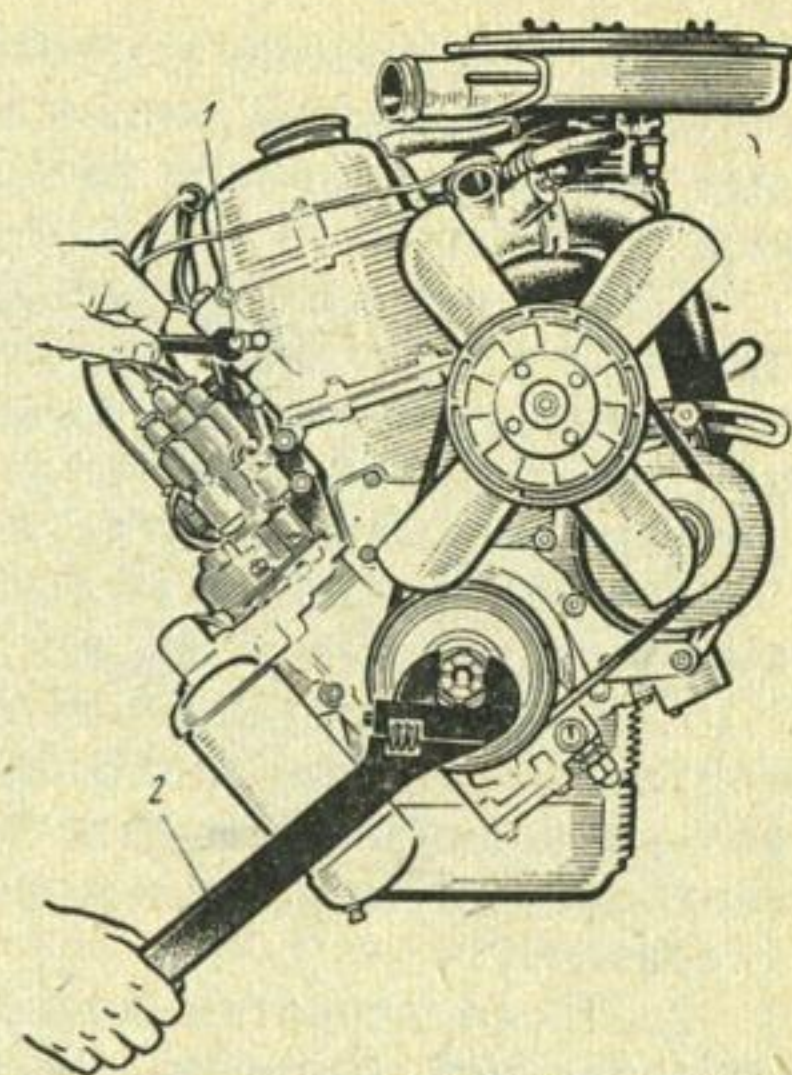

Рис. 8. Регулировка натяжения цепи привода механизма газораспределения:
1. Отпустите гаечным ключом 12 мм стопорный болт 1 (рис. 8) на $\frac{1}{2}$ — $\frac{2}{3}$ оборота. При этом плунжер освобождается и под воздействием пружины оказывает давление на рычаг с натяжным роликом, восстанавливая натяжение цепи.